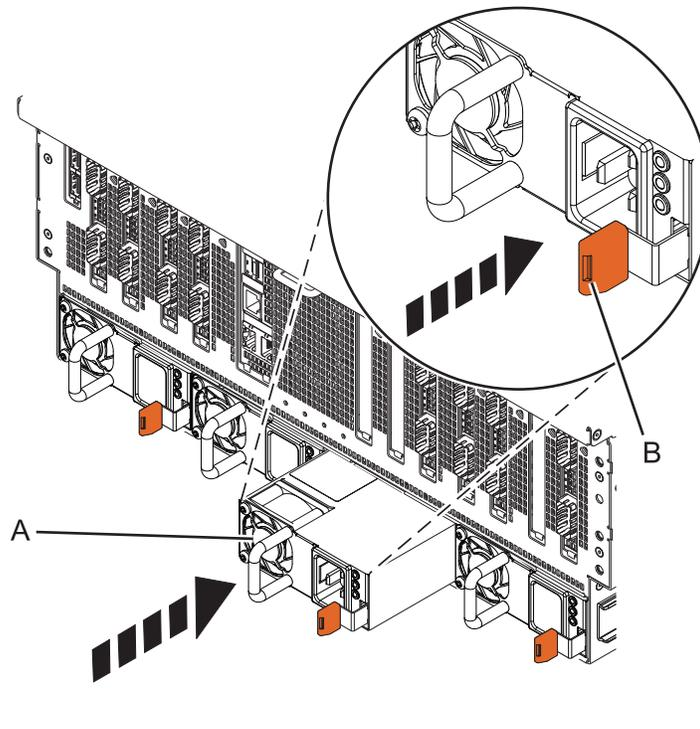

Figura 16. Substituindo a fonte de alimentação no sistema
3. Alinhe a fonte de alimentação **(A)** com o compartimento e deslize-a para o sistema, até que a trava terracotta **(B)** trave no lugar, conforme mostrado em Figura 16 na página 17.